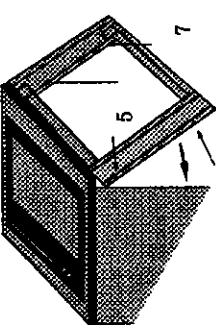

Fig. 2:
D: Vippa in ramen på plats (fig. 2) och skruva fast den med de svarta skruvarna i pos. 3 och 4 samt med de blanka skruvarna i pos. 5, 6 och 7. (Fig. 3).